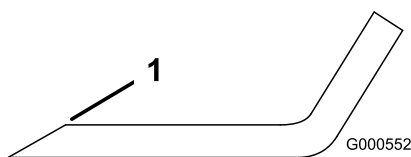

Figura 56
- Utilice una lima para afilar el filo de corte en ambos extremos de la cuchilla (Figura 56).
Nota: Si la cuchilla no está equilibrada, rebaje algo del metal en la parte de la vela solamente con una lima (Figura 56).